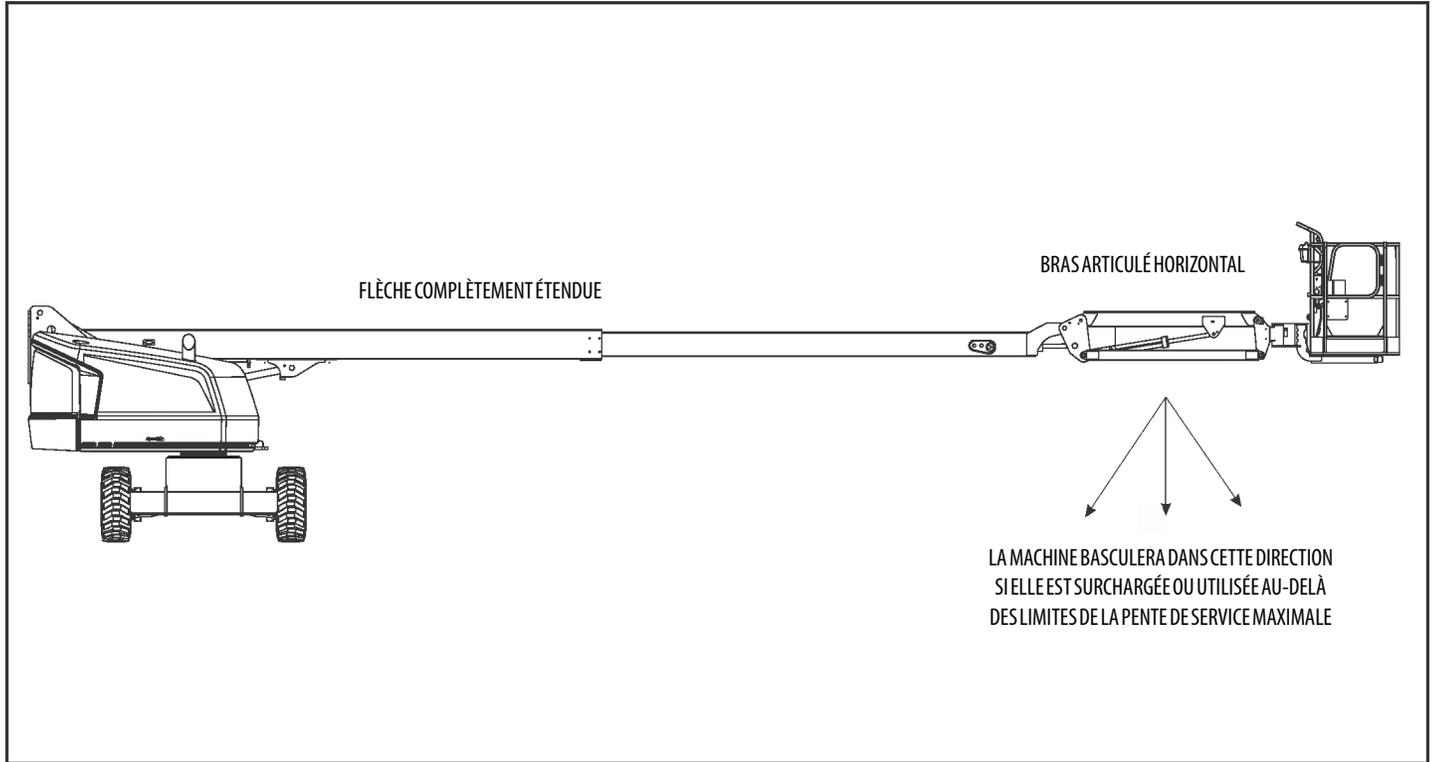
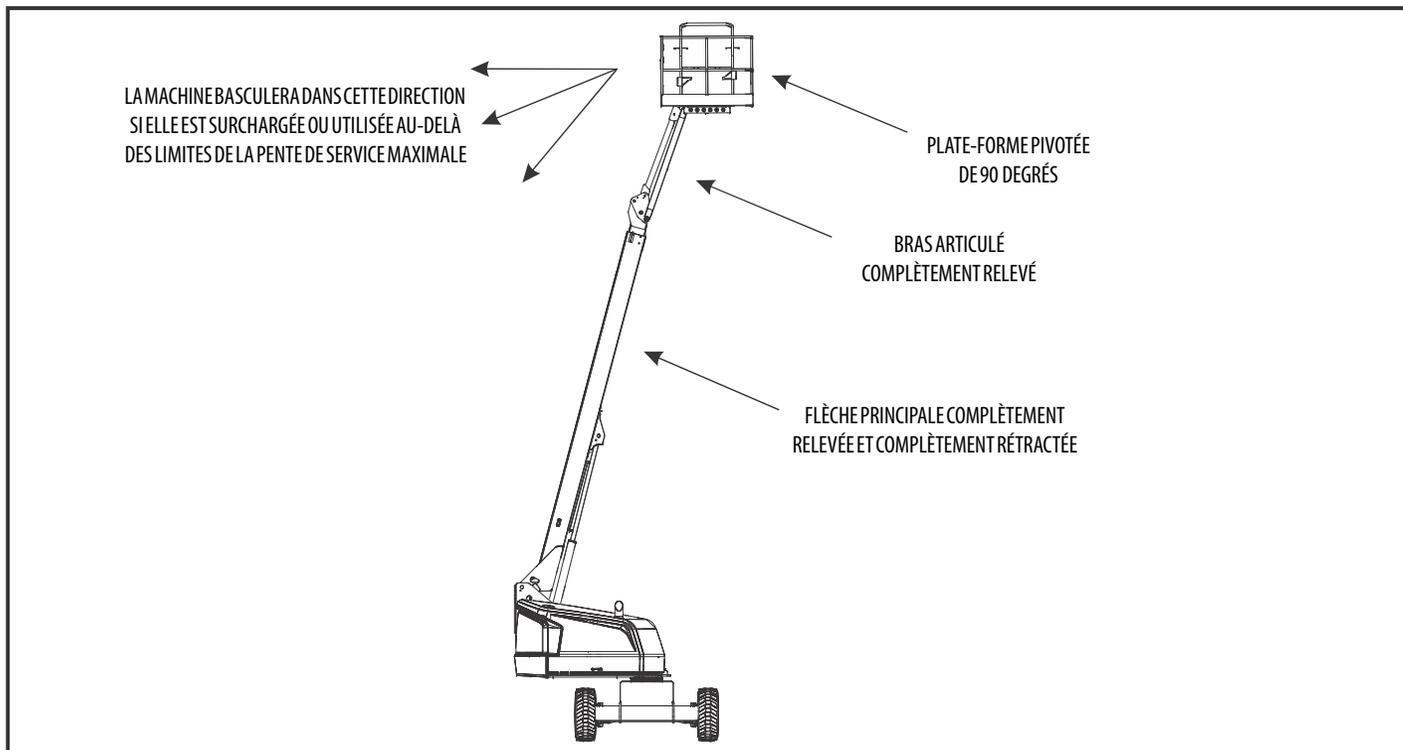

Figure 4-1. Position la moins stable vers l'avant
Figure 4-2. Position la moins stable vers l'arrière
La stabilité de la machine est basée sur deux (2) conditions, appelées stabilité VERS L'AVANT et stabilité VERS L'ARRIÈRE. La position la moins stable de la machine VERS L'AVANT est illustrée sur la Figure 4-1. et la position la moins stable de la machine VERS L'ARRIÈRE est illustrée sur la Figure 4-2.